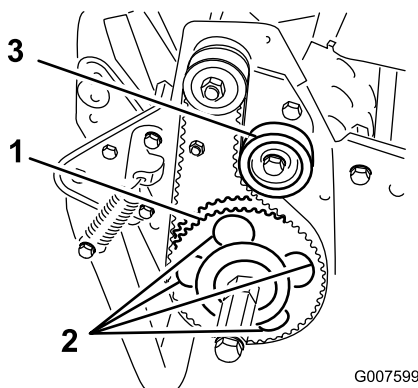

Figura 48
7. Gire la polea arrastrada hasta que los taladros queden alineados con los 4 tornillos con arandela prensada del cojinete de rodillos (Figura 48).
11. Ajuste la tensión de la correa y apriete el tornillo de montaje de la polea tensora (Figura 48).